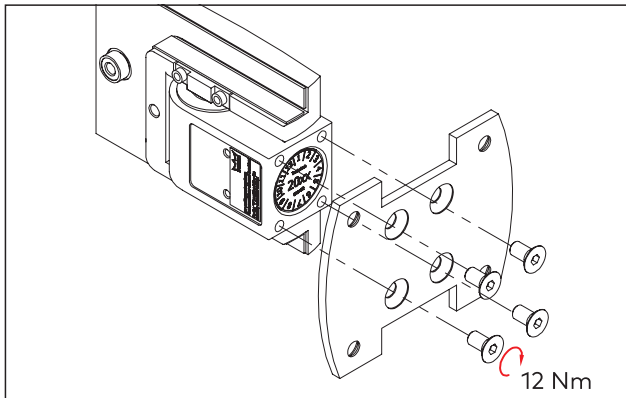

Abb. 16 Befestigung der Montageplatten am Pendeltürband
- Die Montageplatte mit 4 Senkschrauben (M6 x 12) an das TENSOR Pendeltürband befestigen (Abb. 16).